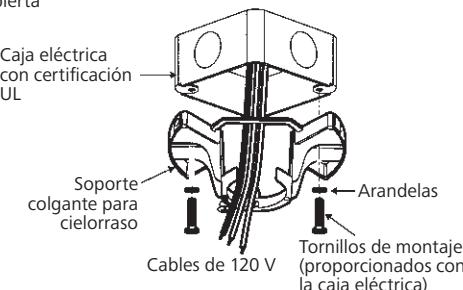

Fig. 6
Paso 3. Pase los cables de alimentación de 120 voltios desde la caja de distribución eléctrica del techo a través del centro de la placa de montaje de techo. (Fig. 6)
Paso 4. Acople el soporte de montaje para cielorraso a la caja de distribución eléctrica utilizando los tornillos y las arandelas incluidas con la caja de distribución. (Fig. 6)